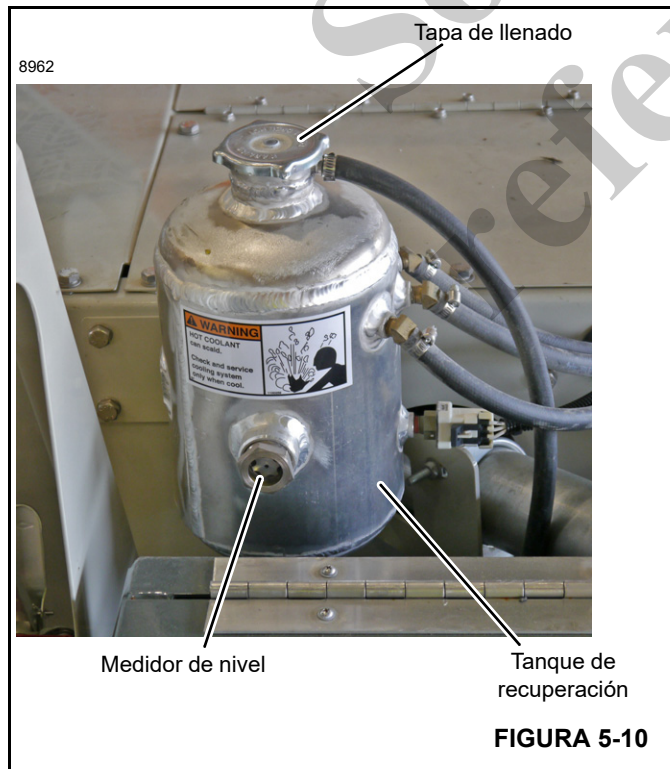

FIGURA 5-10
2. Revise que tanque de recuperación (Figura 5-10) se encuentre al menos lleno hasta la mitad. Si el nivel de refrigerante es bajo, llene el tanque de recuperación hasta la mitad con una mezcla uniforme de anticongelante a base de glicol y agua. No agregue únicamente agua, ya que podría ocasionar la formación de óxido en el radiador y en el motor.